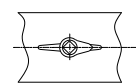

Abbildung 3
Die Drosselkappe (3) und die Positionsanzeige (58) müssen sich in der geöffneten Position befinden (siehe Abbildung 3).